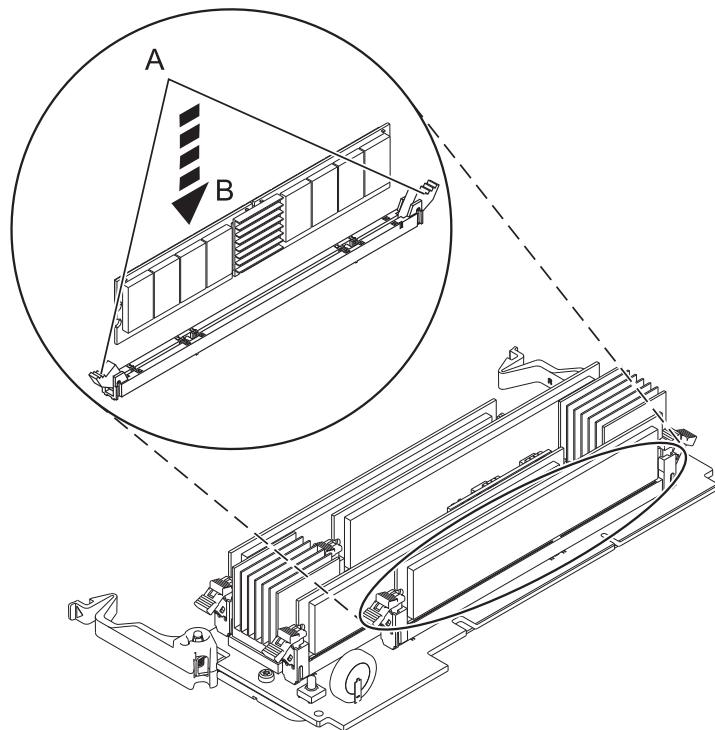

図11. メモリー・モジュールの取り替え
- 新しいメモリー・モジュールを取り付ける前に、26 ページの図 11 に示すように、コネクター・ロッキング・タブ (A) を押して開き、ロック解除位置にしてあることを確認します。
- メモリー・モジュール (B) の両端を慎重につかみ、コネクターの位置に合わせます。